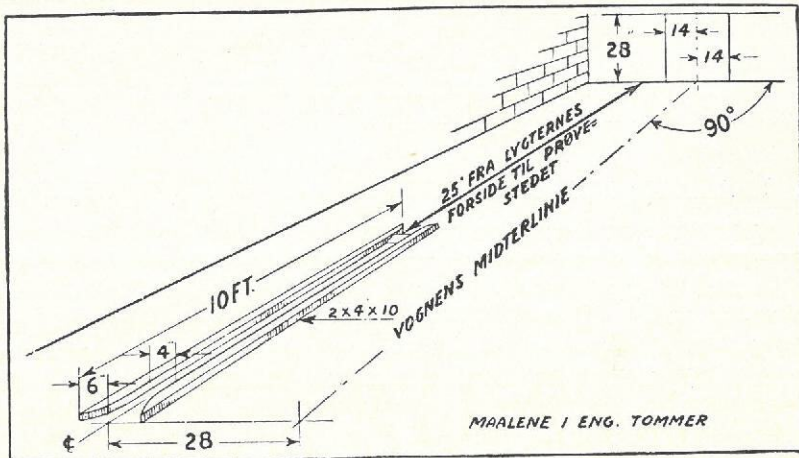

Fig. 537
- 1155** Paa den forbedrede Vogn sidder Forlygterne højere oppe og længere fra hinanden end paa den gamle Model. Den nye Samlingsmetode nødvendiggør, at Reparatøren forandrer nogle faa Maal paa Anordningen, hvormed han prøver Lygternes Indstilling. Fig. 537 viser den nye Anordning.